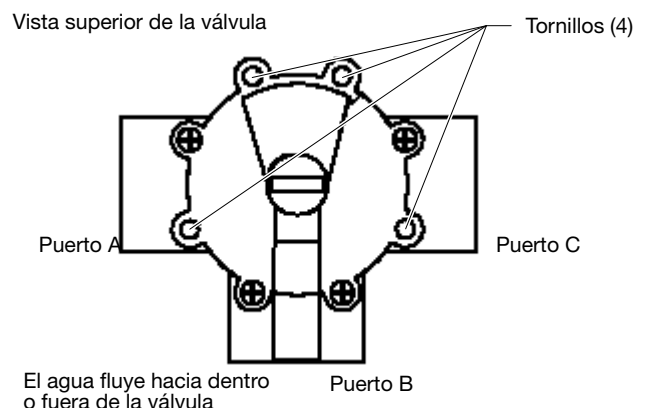

FIG. 1. Instalación estándar de la plomería
2. Con un destornillador Phillips, extraiga los cuatro (4) tornillos del cuerpo de la válvula. Consulte FIG. 1.
- **Instalación estándar de la plomería:** Use una válvula de tres orificios. El Puerto B (central) es el orificio de entrada (común) y los Puertos A y C son los orificios de salida. Consulte FIG. 1.